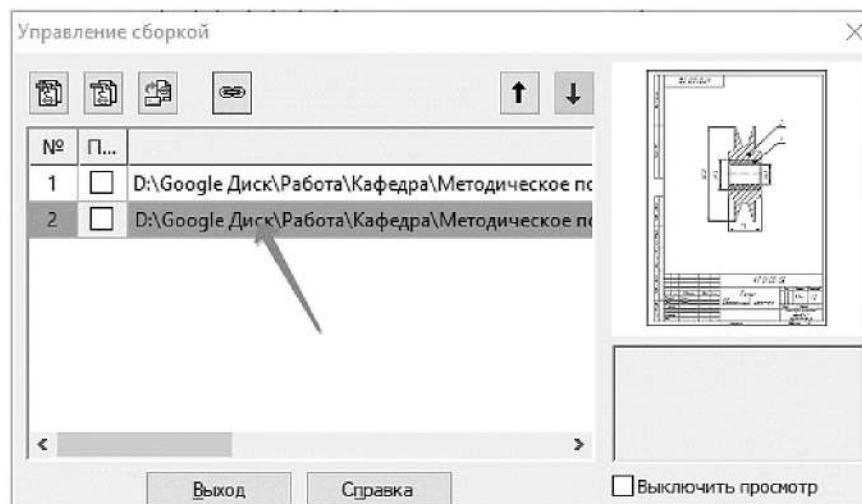

Рисунок 4.50. Результат добавления файла
3.2.7 Подключенный документ отобразится в списке окна **Управление сборкой**. Нажмите кнопку **Выход** (рисунок 4.50).